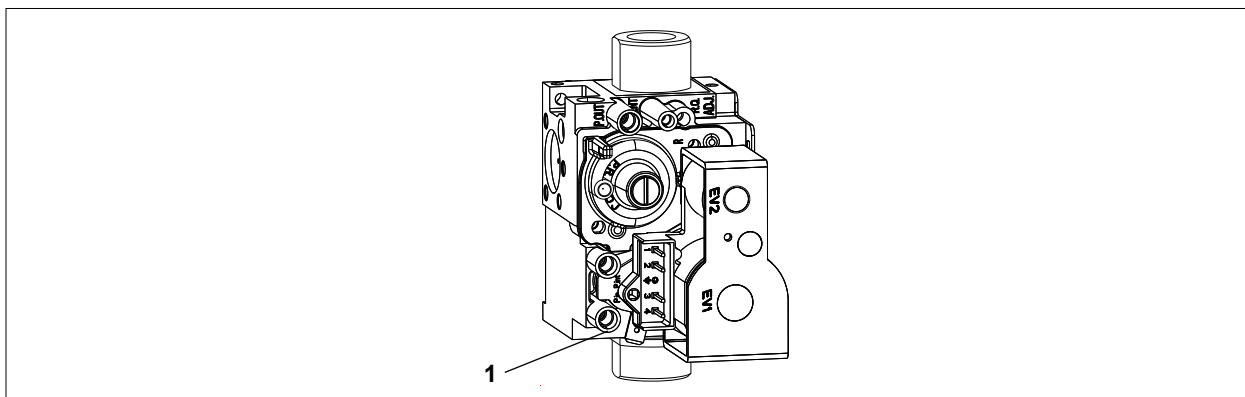

Рис. 6.1 Измерительный штуцер давления газа
- ▶ Ослабить резьбовую пробку на измерительном штуцере (1) (Рис. 6.1) и выпустить воздух из газовой линии.
- ▶ - Подключить дифференциальный манометр или манометр с U-образной трубкой к измерительному штуцеру (1), выводу «+». Выход «-» должен использоваться для атмосферы.